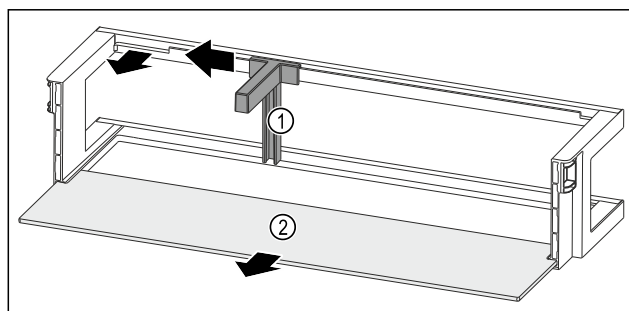

Fig. 203 Odkladací priestor vo dverách s držiakom fliaš a odkladacou plochou
- Potlačte držiak fliaš Fig. 203 (1) až k vybraniu do strany.
- Odoberte držiak fliaš Fig. 203 (1).
- Odoberte odkladaciu plochu Fig. 203 (2).